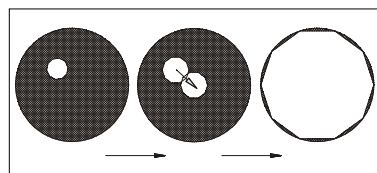
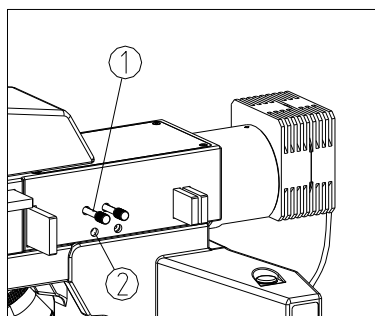

图 27
图 28
(5) 转动聚光镜升降调节手轮，将视场光阑的图像调至清晰。
(6) 调节聚光镜中心调节螺钉④，将视场光阑的图像调整到视场中心。
(7) 逐步打开视场光阑，如果视场光阑的图像一直处在视场中心并和视场内切，则表明聚光镜已正确对中。（如图 27）
(8) 实际使用时，稍加大视场光阑，使它的图像刚好与视场外切。
- (1) 把视场光阑调节拉杆①推到最里面，即把视场光阑开到最小。（如图 28）
- (2) 通过目镜观察，此时能在视场内看到视场光阑的成像。
- (3) 用随机配备的内六角扳手调节照明器两侧的两个视场光阑调中螺钉②，将视场光阑的像调到视场中心。
- (4) 逐步打开视场光阑，如果视场光阑的图像和视场内切，表示视场光阑已正确对中了。（如图 27）
- (5) 实际使用时，稍加大视场光阑，使它的图像刚好与视场外切。